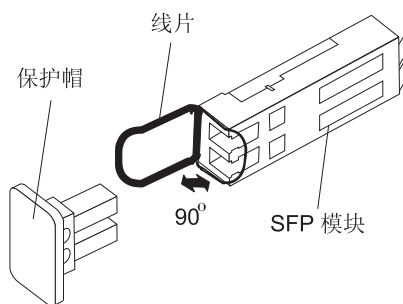

图 15. SFP 模块和保护帽
2. 请如图 15 中所示，从 SFP 模块上取下保护帽。请保管好保护帽以供将来使用。
2. 如有必要，请如第 32 页的图 15 中所示，从 SFP 模块上取下保护帽。请保管好保护帽以供将来使用。